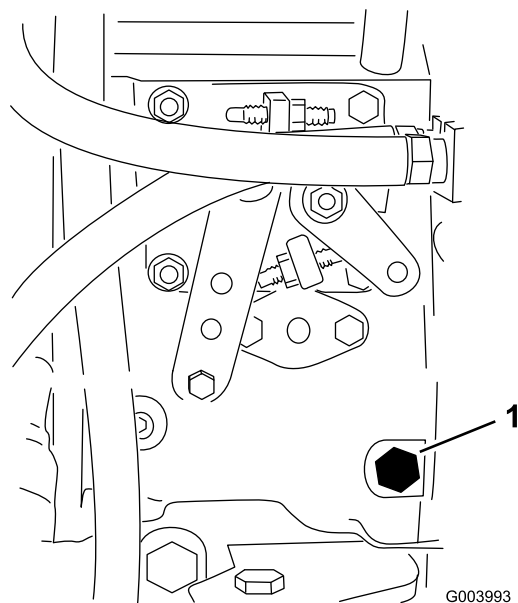

Рисунок 32
3. С помощью динамометрического ключа 12 мм выверните продувочный винт из топливного насоса (Рисунок 32) .